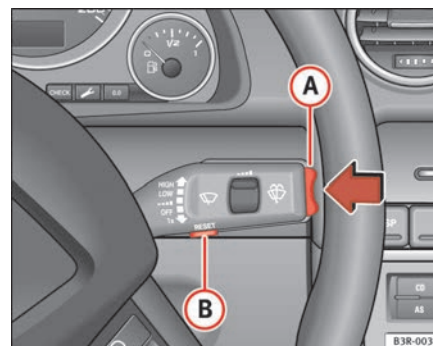

Abb. 59 Scheibenwischerhebel: Bedienelemente des Bordcomputers
Durch Drücken der Reset-Taste (B) ⇒ Seite 89, Abb. 59 kann zwischen den Funktionen 1 und 2 des Bordcomputers umgeschaltet werden.
Durch kurzes Drücken des Funktionswahlschalters oder der **Reset**-Taste ⇒ Abb. 59 können Sie den Fahrzeitalarm abstellen.
- Drücken Sie oben oder unten auf den Funktionswahlschalter **(A)** ⇒ Abb. 59. Dadurch werden die Funktionen des Bordcomputers in den jeweiligen Speicherebenen nacheinander angezeigt.